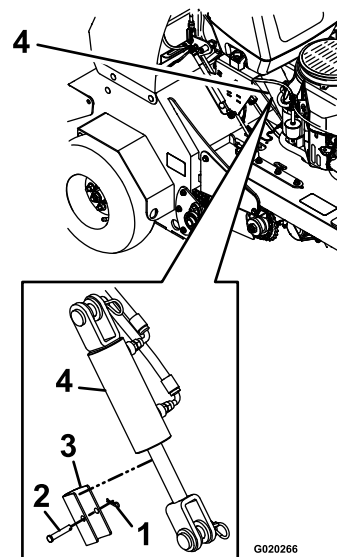

Figure 5
10. Retirez et conservez la goupille fendue, l'axe de chape et la butée de vérin (Figure 5).